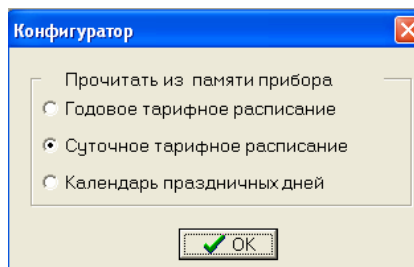

Рис.21
2. нажать кнопку «Прочитать из счетчика». При этом на экране монитора, в случае успешного обмена, появится диалоговое окно «Прочитать из памяти прибора» (рис.21);